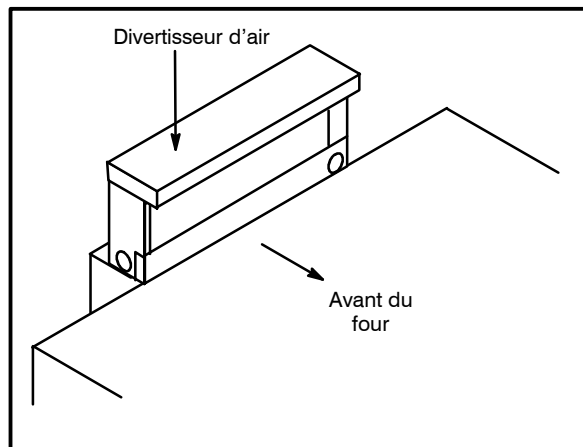

Figure 8
1. Placer le déviateur au-dessus du connecteur de cheminée avec la partie ouverte tournée vers l'avant du four. Voir Figure 8.